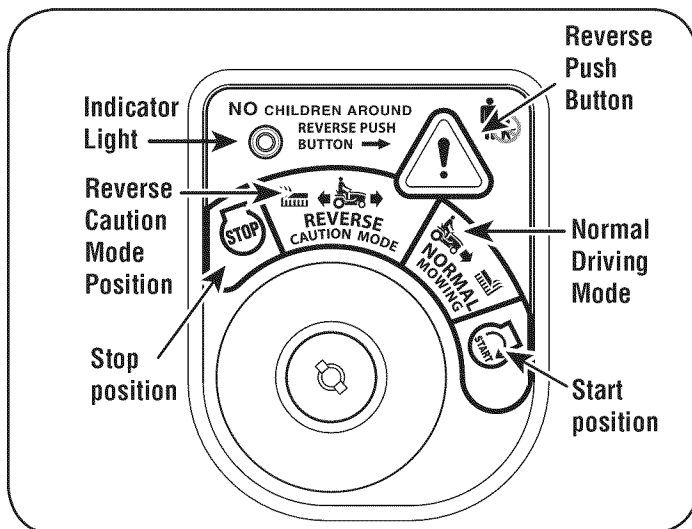

Figura 7
2. Gire la llave de la siega NORMAL (verde) la posición en el modo de PRECAUCIÓN INVERSOR (Amarillo) la posición del módulo de interruptor de llave. Ver Figura 7.